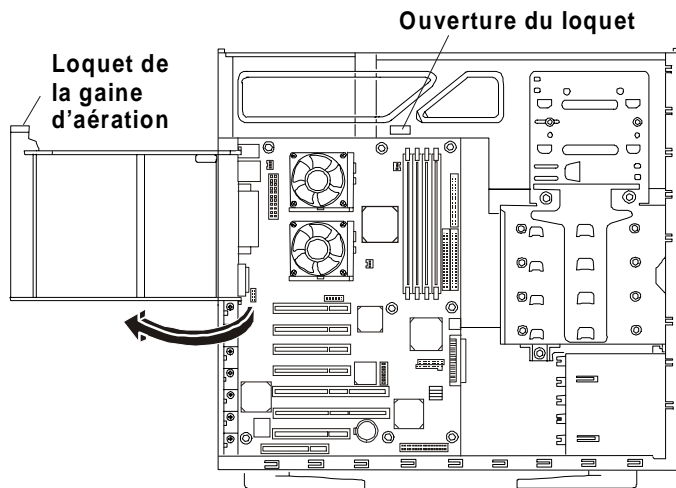

Figure 4-1. Ouverture de la gaine d'aération
5. Débloquez la gaine d'aération de son logement et déplacez-la. Reportez-vous à la figure 4.1.